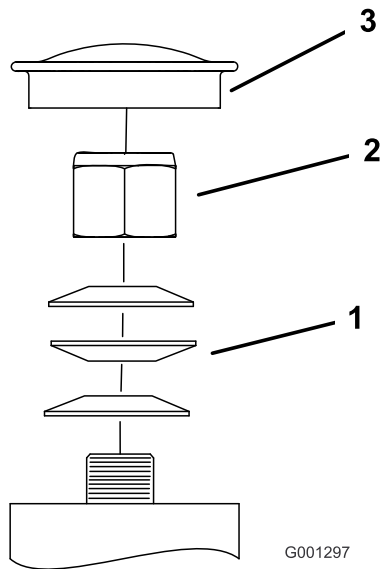

Figura 66
3. Retire el tapón guardapolvo de la rueda giratoria y apriete la contratuerca (Figura 66).
4. Apriete la contratuerca hasta que las arandelas de muelle estén planas, luego afloje la contratuerca 1/4 de vuelta para establecer la pre-carga correcta de los cojinetes (Figura 66).
**Importante:** Asegúrese de que las arandelas de muelle están correctamente instaladas, según se muestra en Figura 66.
5. Coloque el tapón guardapolvo (Figura 66).